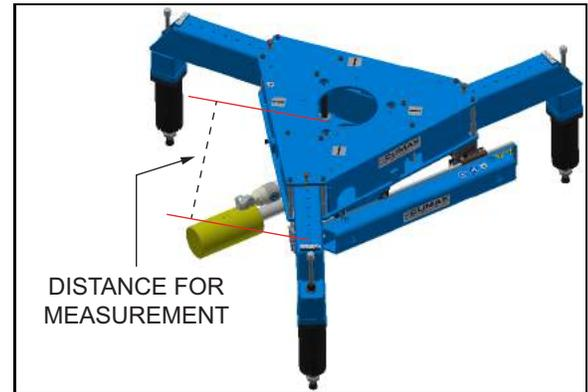

FIGURA 3-20. DISTANCIA DE LA MEDICIÓN DEL AMARRE EXTERIOR
2. Enganche la cinta métrica al orificio de diámetro interior 9" (228 mm) en la placa superior del amarre exterior (vea la Figura 3-20).